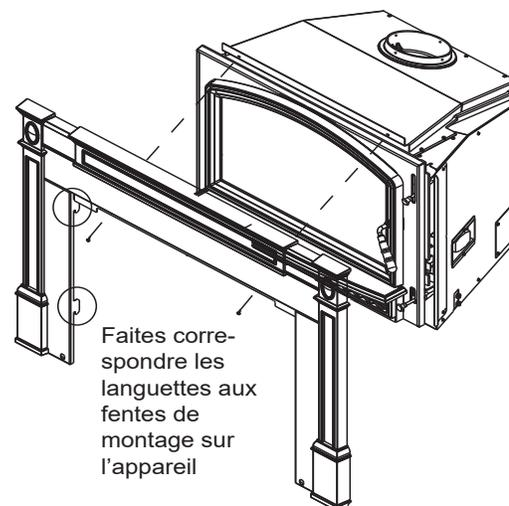

Figure 21.4
11. Glissez l'encadrement et la garniture par dessus le foyer encastré pour les mettre en place de façon à ce que les pattes de montage sur les côtés métalliques s'alignent avec les fentes du foyer encastré (**Figure 21.4**).
12. Alignez les 2 vis dans la partie supérieure de l'encadrement avec les 2 trous d'alignement en dessus de l'appareil. Fixez en place (**Figure 21.4**).